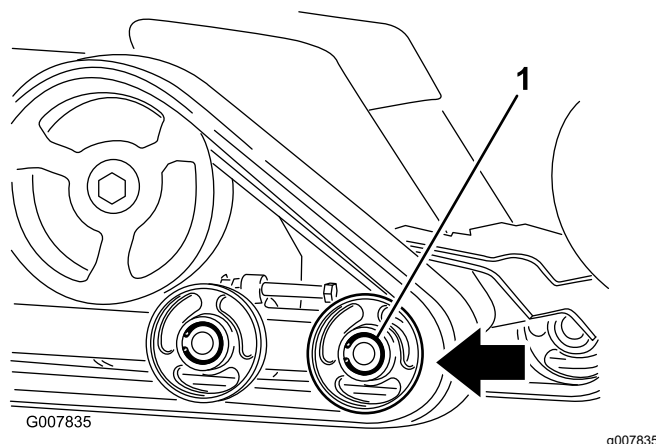

Bild 61
6. Drücken Sie das vordere Straßenrad soweit es geht nach hinten (Bild 61).
8. Wenn Sie die Kette vom Straßenrad entfernt haben, nehmen Sie sie von der Maschine ab (Bild 61).
9. Legen Sie die neue Kette, beginnend beim Antriebsrad, um das Rad und stellen Sie sicher, dass die Stollen an der Kette zwischen die Distanzstücke am Kettenrad passen (Bild 61).
10. Drücken Sie die Kette unter und zwischen das hintere und mittlere Straßenrad (Bild 61).